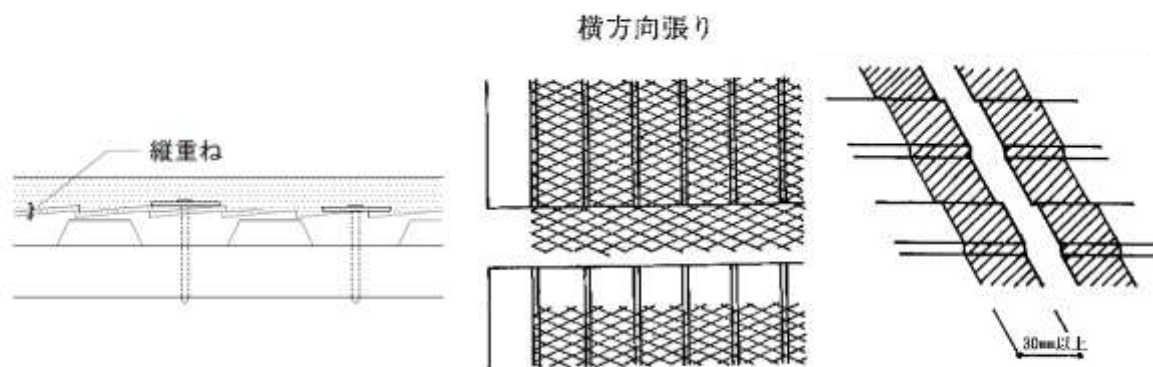

図 13 ラスシートの重ね
- ・ラスシートの横方向の重ねは、角波 1 山重ね、縦方向の重ねは図 13 に示す様に 30mm 以上、60mm 以内で、角波鉄板をラスのメッシュの上から必ず座金を用いて留め付けてください。